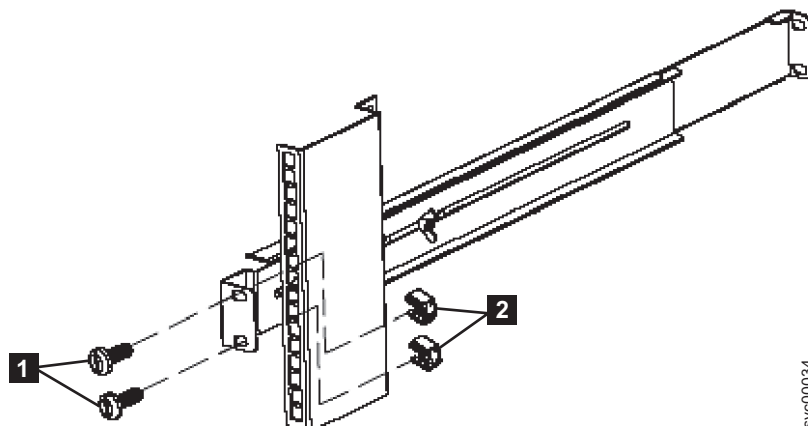

図9. 2145 UPS-1Uへの後部レールの固定
7. 2つの M6 × 10 ねじ (図9の**1**) と2つのクリップ・ナット**2** を使用して、レールをラック背面に取り付けます。お客様のラックは、ここに示されているものとは異なる場合があります。その時には、異なるクリップ・ナットまたは締め金具が必要です。